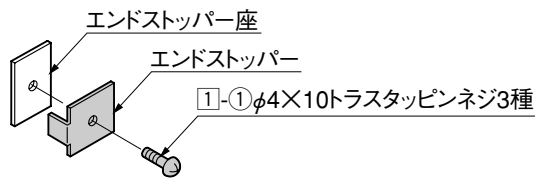
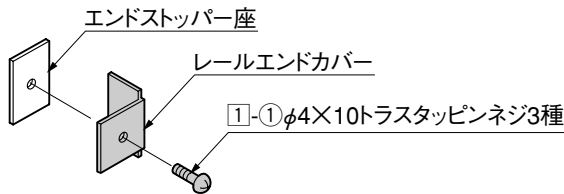

図4-2 エンドストッパーの組付け
図4-3 レールエンドカバーの組付け
② エンドストッパー座とストッパーを①-①で仮止めしてください。(図4-2参照)
③ エンドシャフトを挿入する前に、エンドストッパーの向きに注意して挿入してください。(※1)
④ レールにエンドシャフトを挿入してください。
⑤ エンドストッパー座とレールエンドカバーを①-①で仮止めしてください。(図4-3参照)